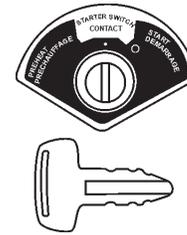

Abbildung 11. Zündschalter und -schlüssel
5. Stecken Sie den **Zündschlüssel** in den Zündschalter (Abb. 11).